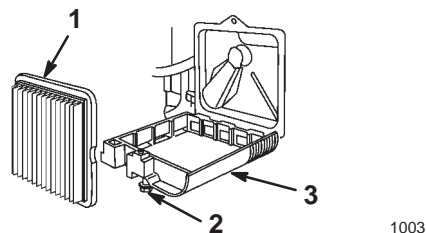

Figure 18
3. Desserrez les vis de fixation du couvercle du filtre à air (Fig. 18).
4. Abaissez le couvercle et nettoyez-le soigneusement (Fig. 18).
5. Enlevez et jetez l'élément filtrant en papier (Fig. 18).
6. Insérez un élément en papier neuf (Fig. 18).